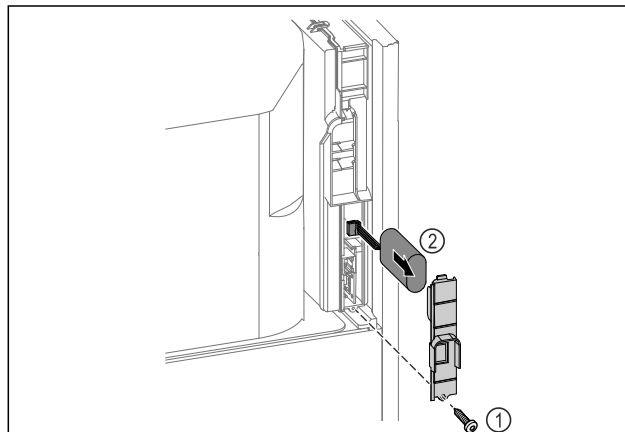

Fig. 259
- ▶ Skru skuen ud, og fjern afdækningen på bagsiden af apparatet Fig. 259 (1).
- ▶ Tag batteriet af forbindelsen, og tag det ud Fig. 259 (2).